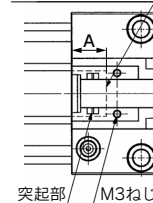

図2
- 両面にグリースを塗布したダストシールバンド(表1)を端部がヘッドカバー上面のM3ねじ部と突起部の中間位置(目安: A寸法)となるように装着します。(図2参照)